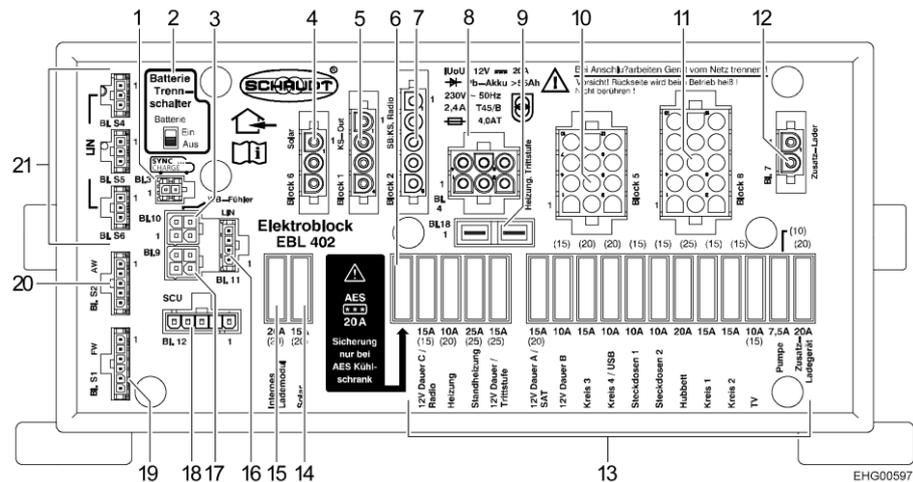

Bild 107 Elektroblock (EBL 402)
- Batterie-Trennschalter (Bild 107,2) am Elektroblock EBL 402 in Stellung "Aus" schieben.
- Batterie-Trennschalter (Bild 107,2) am Elektroblock EBL 402 in Stellung "Ein" schieben.